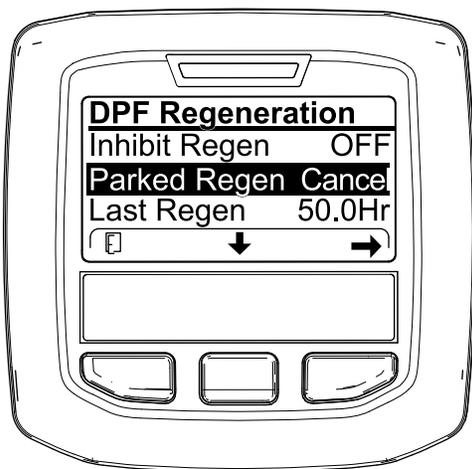

図 64
2. 中央ボタンを押して下へスクロールし、駐車再生キャンセル PARKED REGEN CANCEL (図 64) またはリカバリ再生キャンセル RECOVERY REGEN CANCEL を選ぶ図 65。
3. 右ボタンを押すと再生キャンセルに Regen Cancel に入る図 64 または図 65。